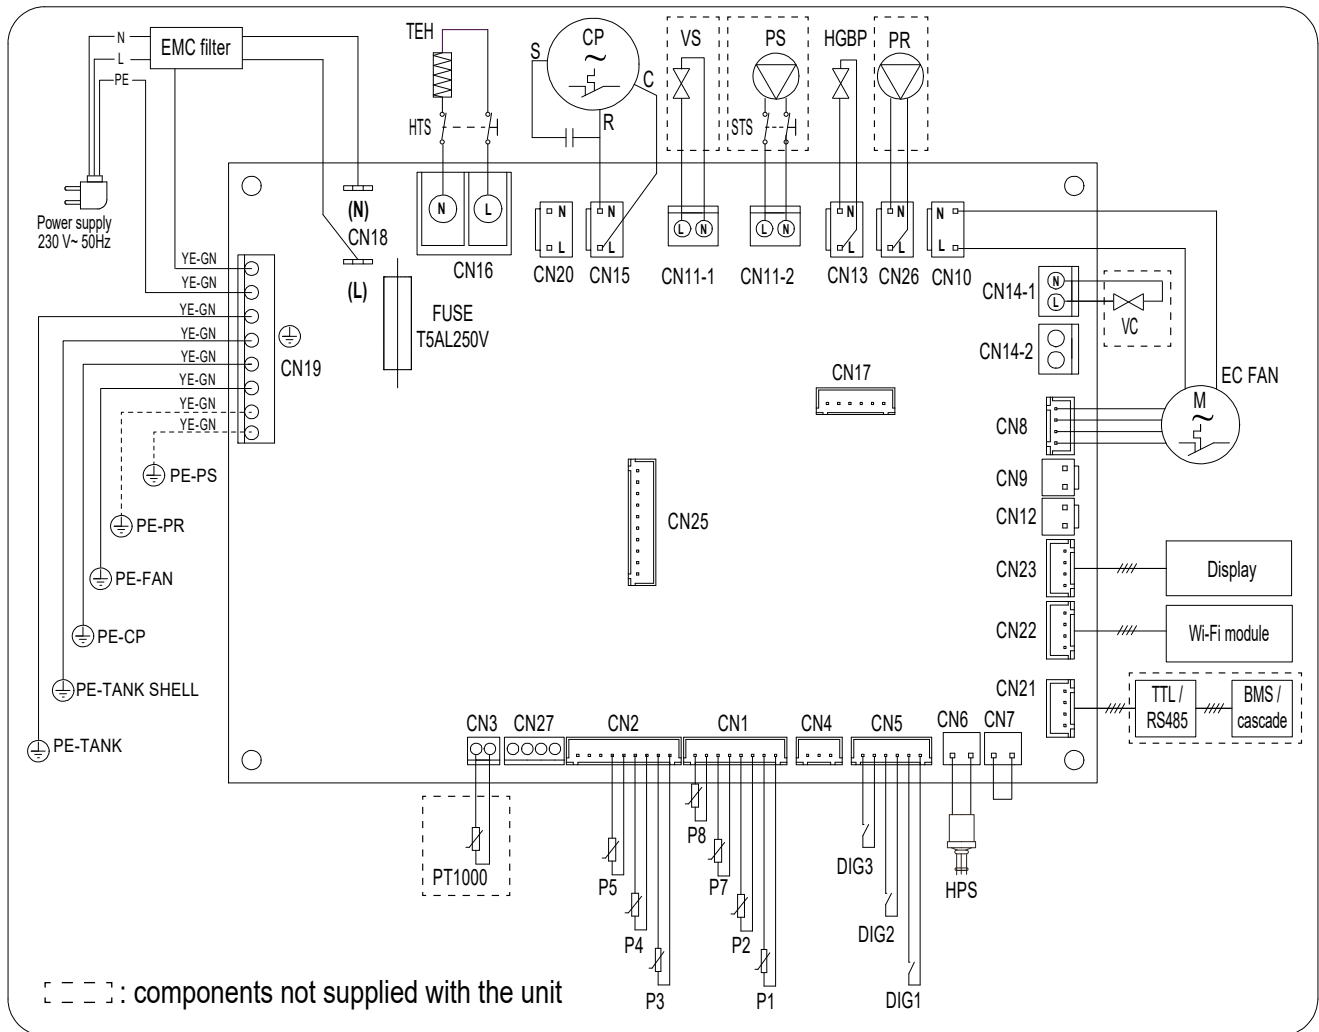

Abb. 72 - Schaltplan der Ausrüstung
- 1) Die Umwälzpumpe (Teil 16) muss an die Klemme CN26 der Hauptplatine angeschlossen werden (siehe "Abb. 72 - Schaltplan der Ausrüstung").
- 2) Montieren Sie für jede Einheit in der Kaskade ein normalerweise offenes Magnetventil (Teil 19). Das Ventil muss an die Klemme CN14-1 (siehe "Abb. 72 - Schaltplan der Ausrüstung") der Hauptplatine jeder Einheit angeschlossen werden.